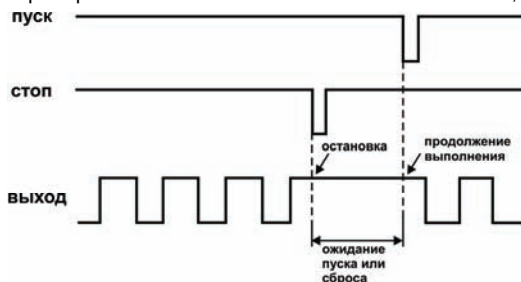

Рисунок 7
3.1.2.3 Поступление сигнала **«Стоп»** останавливает выполнение программы. При этом выходное устройство остается в том состоянии, в котором оно было в момент прихода сигнала «Стоп». Выполнение программы продолжается после поступления сигнала «Пуск», если отсутствует активный уровень на входе «Стоп» (рисунок 7).